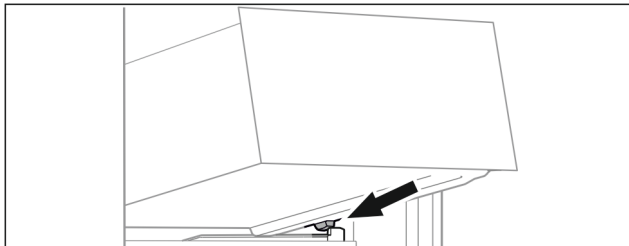

Fig. 114
- Schubfach schräg hinter den Stoppern auf Behälterrippe aufsetzen. (siehe Fig. 114)